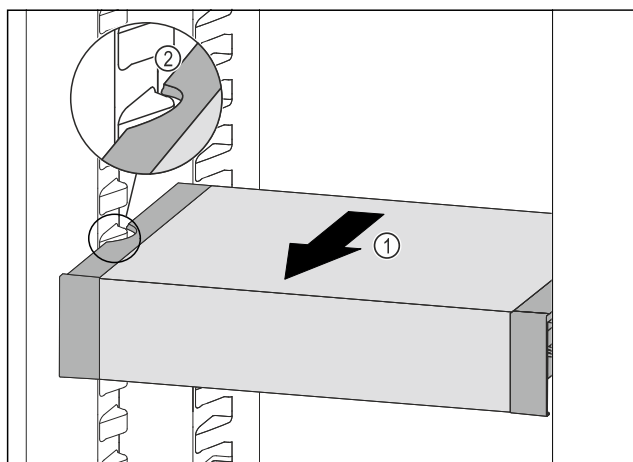

Fig. 138
- Predal VarioSafe povlecite naprej Fig. 138 (1), dokler nista stranska izreza predala VarioSafe na višini nastavka za posodo v hladilniku. Fig. 138 (2)